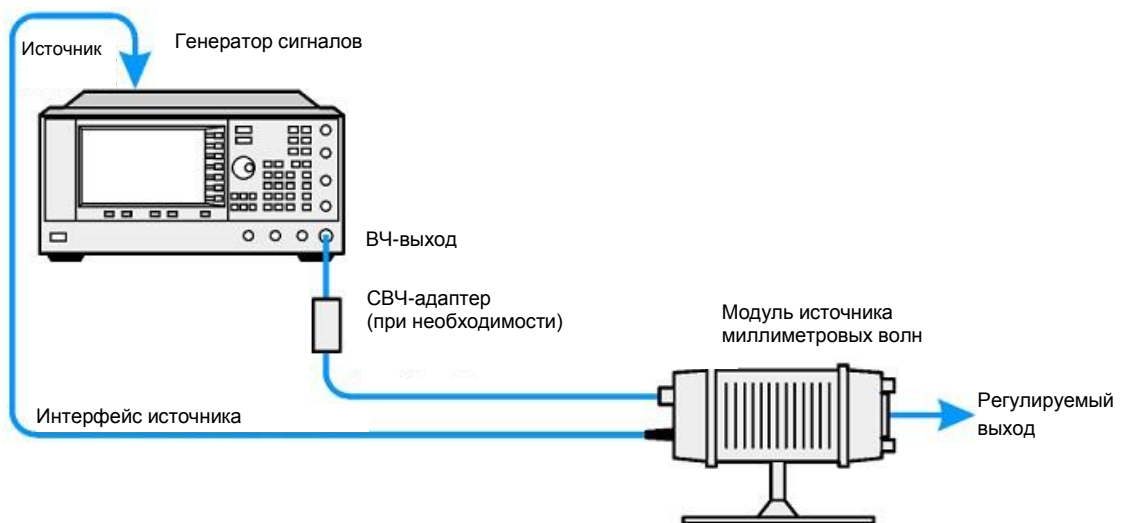

Рисунок 12-22. Установка с генераторами E8267D либо E8257D с опциями 1EA, 1EU или 521
- Генераторы E8257D с опциями 1EA, 1EU или 521 либо генераторы E8267D – **Рисунок 12-22**